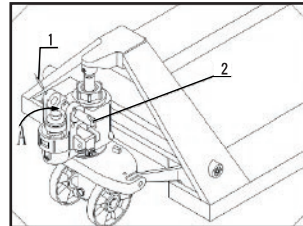

Figura 1
3.1 Vea la figura 1, saque el pin pasador 1 del perno 2 y luego saque el perno 2.